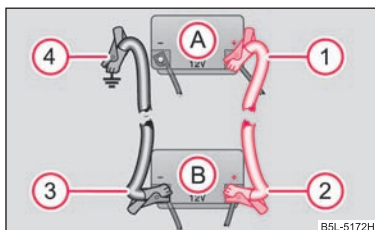

Fig. 189 Ayuda de arranque con la batería de otro vehículo: A - batería descargada del vehículo, B - batería auxiliar
- Conecte un extremo ① al polo positivo ⇒ fig. 189 de la batería descargada (A).
- Conecte el otro extremo ② al polo positivo de la batería auxiliar (B).